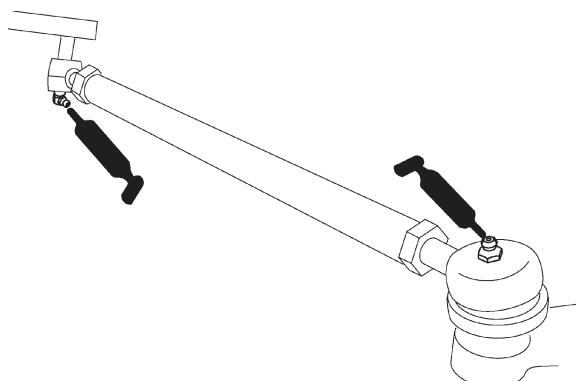
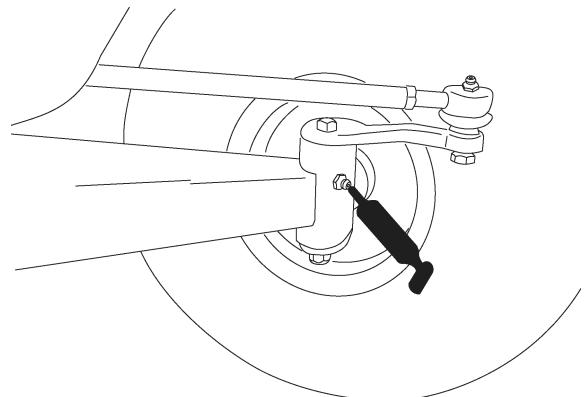
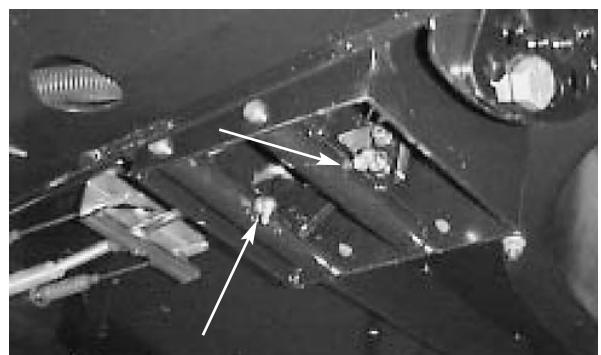

Bild 20
Bild 21
Bild 22
Die Schmiernippel und deren Anzahl sind: Enden der Zugstange (4) (Bild 20), Achsschenkelbolzen (2) (Bild 21) und Gelenke an Gas- und Bremspedalen (2) (Bild 22).